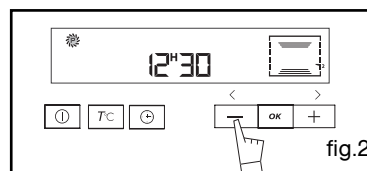

fig.2
Puis appuyez une fois sur la touche - pour obtenir le symbole "P" clignotant dans l'afficheur (fig.2).
- Appuyez sur la touche + ou - pour régler l'heure de fin souhaitée (fig.2).